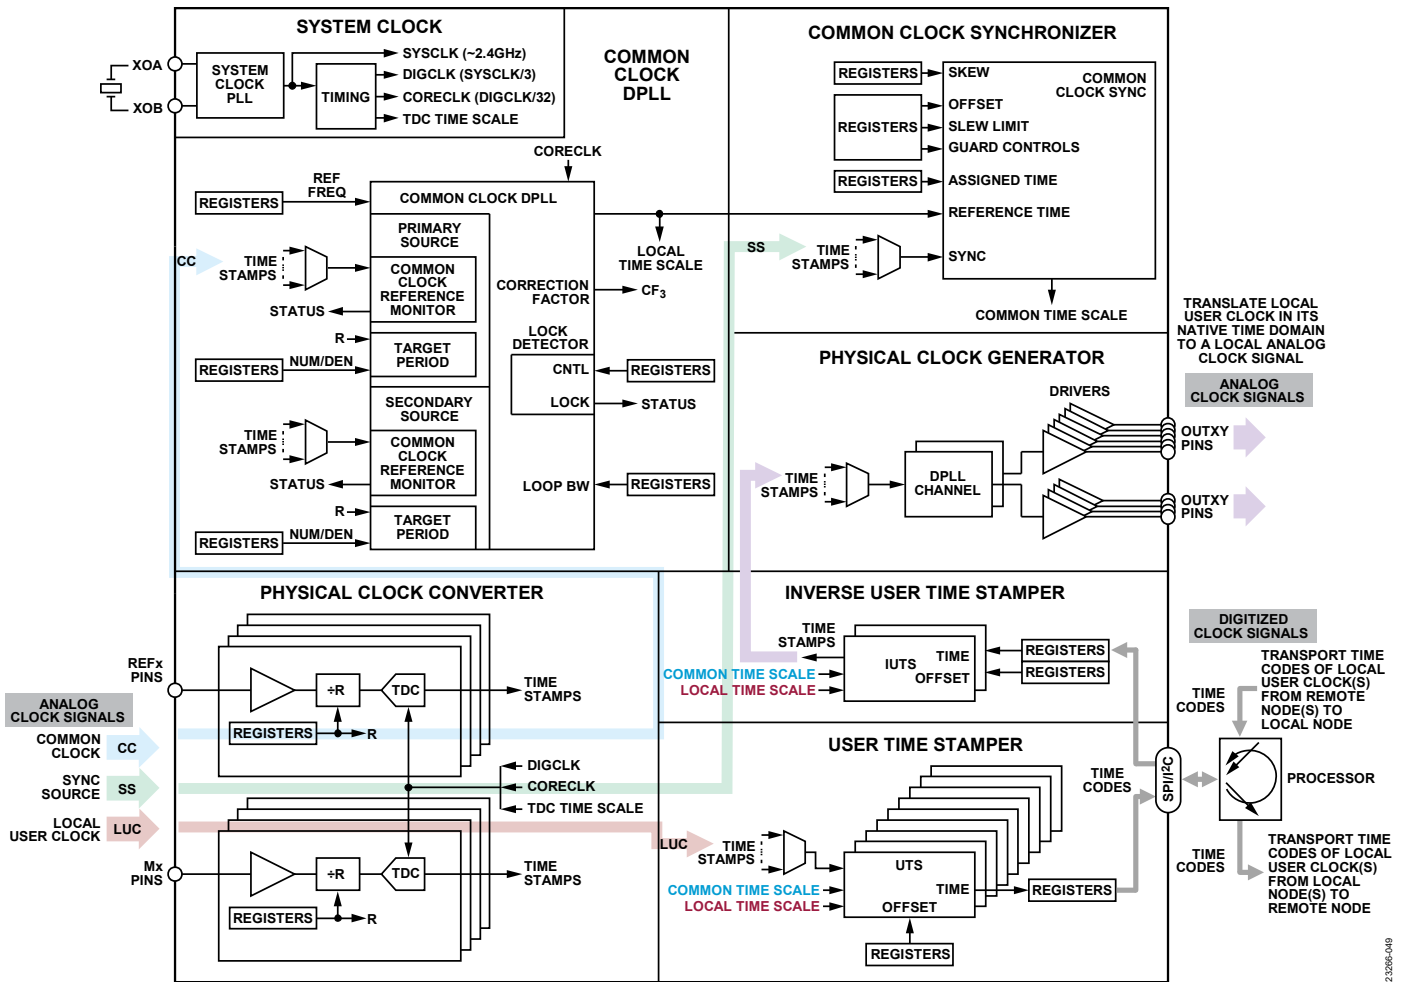

図 49. デジタル化クロッキング・ノード
図 49 は、仮想的なデジタル化クロッキング・システム内の 1つのノードに適用した場合の、デジタル化された各種クロッキング・コンポーネントの相互作用を示したものです。アナログ入力信号は共通クロック (CC)、同期源 (SS)、ローカル・ユーザ・クロック (LUC) から成っています。ローカル・ユーザ・クロックは、別のノードへの伝送またはローカル・アナログ・クロック出力信号としてのローカルな使用を目的とする、任意のアナログ・クロック信号です。